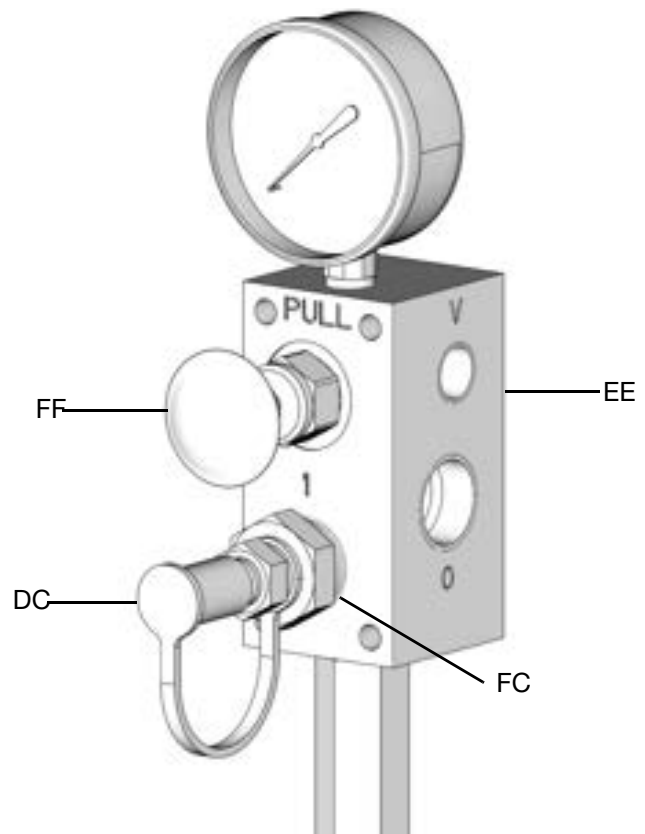

FIG. 15
3. Retirez le couvercle anti-poussière (DC) du manchon de raccordement de remplissage (FC) sur la vanne de remplissage (EE) (FIG. 15).
- Raccordez la conduite de remplissage (GG) entre la pompe de la station de remplissage distante (AA) et le port du manchon de raccordement de remplissage (FC) marqué d'un « I » (FIG. 15).
- Déconnectez la ligne de remplissage (GG) du manchon de raccordement de remplissage (FC) (FIG. 15).
- Remplacez le couvercle anti-poussière (DC) sur le manchon de raccordement de remplissage (FC).